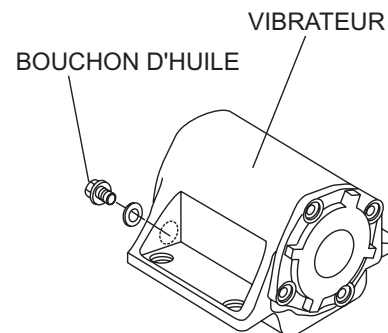

Figure 8. Bouchon d'huile du vibrateur
2. Pour ce faire, retirez le bouchon (jauge d'huile du vibrateur), comme à la figure 8. Le niveau d'huile doit atteindre le bouchon d'huile. Le vibrateur contient 140 ml d'huile environ. **IMPORTANT !** Si vous devez réapprovisionner en huile, utilisez uniquement de l'huile moteur SAE 10W-30.